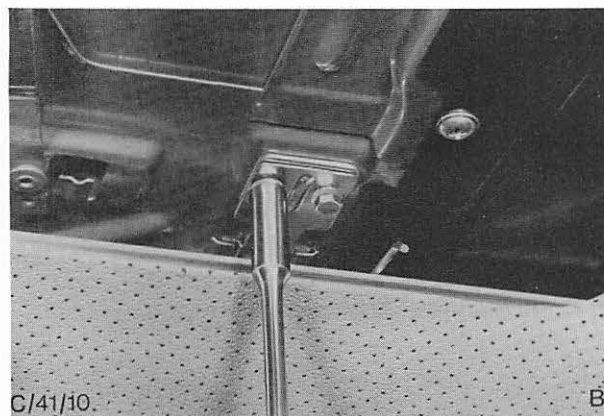

Abb. 9 Arretierungsplatten der hinteren Halter ansetzen
14. Arretierungsplatten der hinteren Halter ansetzen und Halter am Deckel anschrauben. Abb. 9. Feder-schenkel an den vorgesehenen Stellen befestigen.